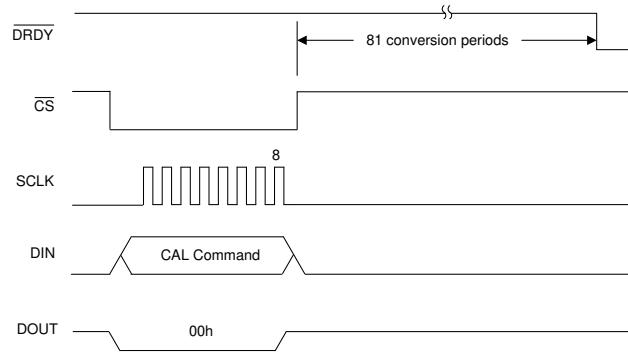

図 7-21. 較正コマンド
- a. OFSCAL コマンド。コマンドが送信された後、 \overline{DRDY} は 81 変換時間後に Low に駆動され、較正が完了したことを示します。オフセットレジスタは、新しい較正值に更新されます。図 7-21 に示すように、最初のデータ出力では新しいオフセット値が使用されます。
- a. GANCAL コマンド。正の dc フルスケール較正電圧を印加します。コマンドが送信された後、 \overline{DRDY} は 81 変換時間後に Low に駆動され、較正が完了したことを示します。ADC は、印加された較正信号とフルスケールコードが等しくなるようにゲインを計算します。図 7-21 に示すように、最初のデータ出力は新しいゲイン値を使用します。